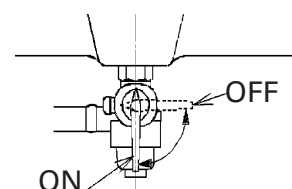

Fig.12 POSITION DU ROBINET DE CARBURANT
3. Ouvrir le robinet de carburant en le tournant dans le sens horaire à la position verticale (Fig. 12).
3. Fermez la soupape à carburant en tournant le robinet dans le sens anti-horaire à la position horizontale comme indiqué sur la Fig. 12.
3. S'assurer que le robinet de carburant est ouvert. Il est ouvert s'il est perpendiculaire au sol (tout droit vers le haut et le bas comme indiqué sur la Fig. 12).